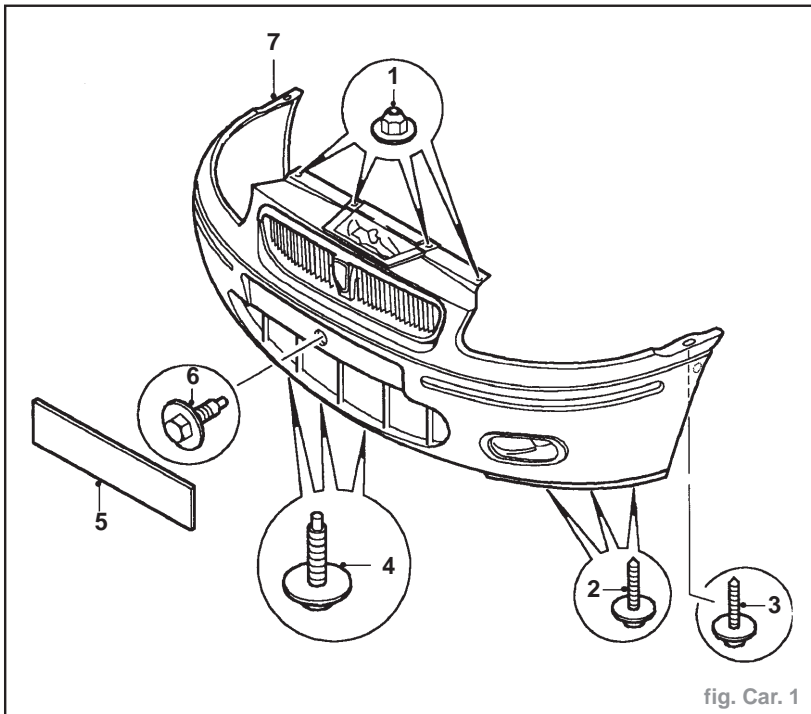

fig. Car. 1
- Enlever 4 écrous maintenant le pare-chocs sur la plate-forme de verrou du capot (1) (fig. Car. 1).
- Enlever 6 vis maintenant le bord inférieur du pare-chocs sur les doublures de passage de roue (2).
- Déplacer les doublures sur le côté et enlever les vis maintenant le pare-chocs sur les deux ailes (3).
- Enlever 3 boulons maintenant le bord inférieur du pare-chocs sur la carrosserie (4).
- Déposer la plaque de police (5).
- Enlever le boulon maintenant le centre du pare-chocs sur la caisse (6).
- Déposer le pare-chocs (7).